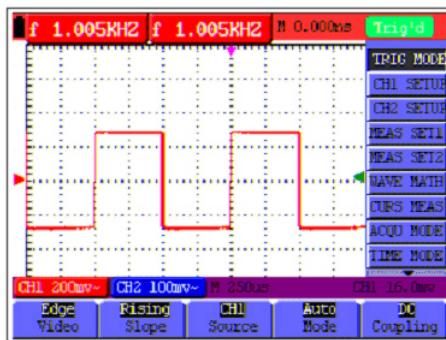

Figura 16.- Disparo por flanco.
5. Pulse las teclas “**OSC ▲**” o “**OSC ▼**” para ajustar la posición del nivel de disparo. (Ver Figura 16).